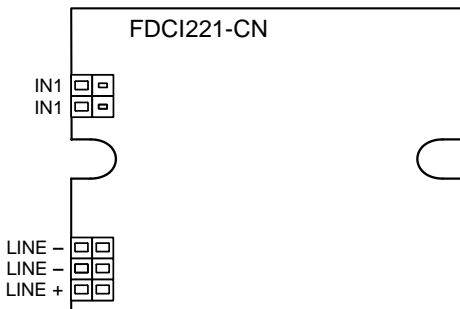
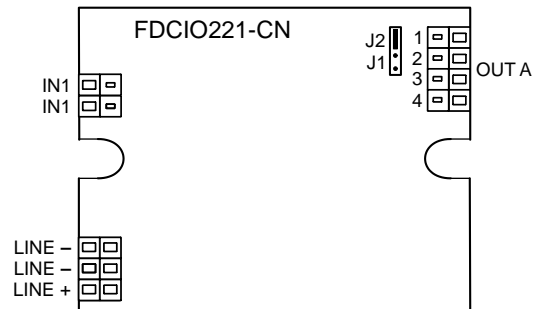

Fig. 13
Fig. 14
1. Connect the cables to the terminals as shown in the connection diagram (Figs. 13 and 14). Refer to the following figures for connection details:
- Schließen Sie die Kabel gemäß dem Anschlussschema an den Klemmen an (Fig. 13 und Fig. 14). Siehe folgende Figuren für Anschlussdetails: